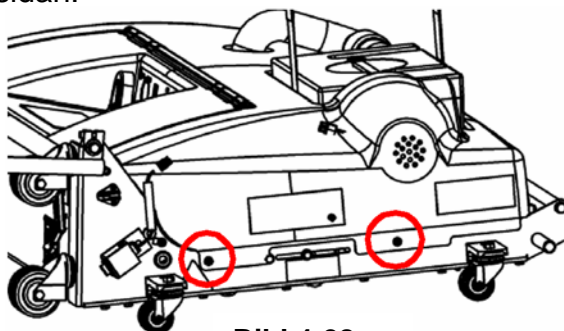

Bild 4-28
1. Lås upp oljeutrymmets dörrspärrar, koppla från vakuumslangen och ta ut avfallstanken, ta av locket till rengöringsmedelstanken, skruva av de två skruvarna på vardera sida av huven (se bild 4-28) och lyft av huven från ramen. Lägg skruvarna åt sidan.